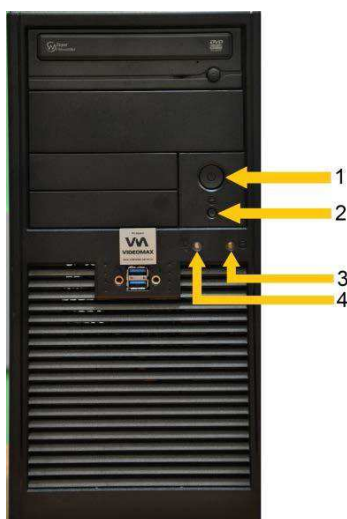

Рис. 2 Лицевая сторона видеосервера. Включение видеосервера
- 3 - нажать кнопку включения Видеосервера на передней панели (Рис. 2;